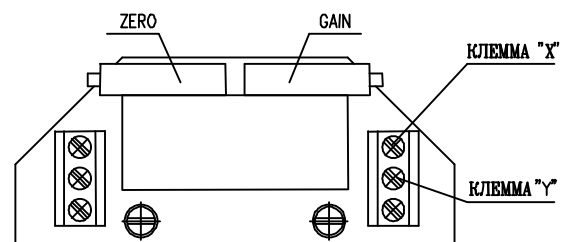

Рис.7
4.4.2 EPV - 3-проводниковое включение (рис.7)
- Установите датчик сопротивления на основании инструкций в предыдущей главе так, что величину сопротивления измеряйте на клеммах X-Y (рис.7). (употреблен датчик с сопротивлением 2000Ω или 100Ω)
- Поворачиванием устанавливающего триммера ZERO (рис.7) установите величину выходного сигнала тока, измеряемого на клеммах 81-82, на величину 0 мА или 4 мА.
- Поворачиванием устанавливающего триммера GAIN (рис.7) установите величину выходного сигнала тока, измеряемого на клеммах 81-82, на величину 20 мА или 5 мА.